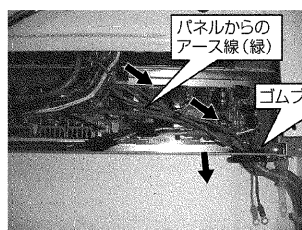

図20
- (1) パネルからのアース線を(図20)のように制御箱内を配線し、ゴムブッシュに通してください。